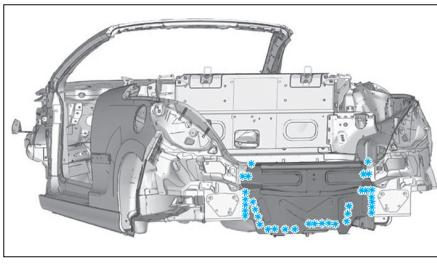

FIG. 89
- Dépointer la doublure de jupe AR (Fig.89).